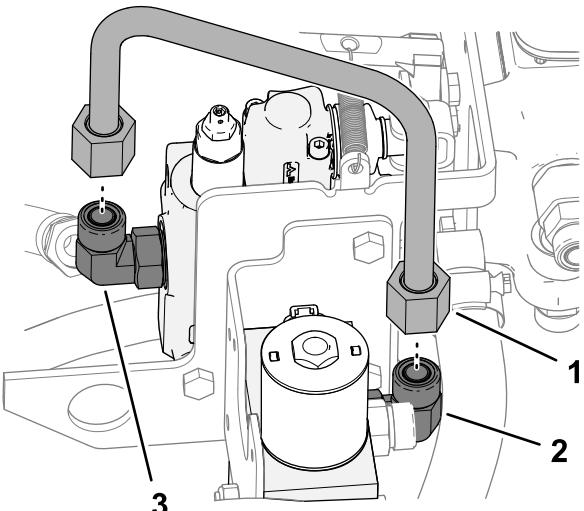

Figura 21
1. Monte el tubo en forma de U al acoplamiento de 90° en el puerto P de la válvula auxiliar y el acoplamiento de 90° en el puerto A de la válvula de bajo caudal (**Figura 21**).